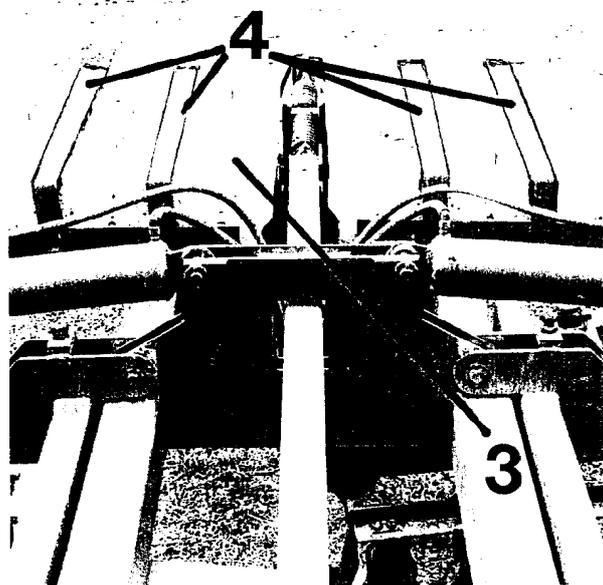

Fig.5
- a) Le poids de l'outil peut être modifié par l'apport de masses d'alourdissement 3 (fig. 5).
Monter le berceau 4 (fig. 5).
Veiller à conserver un lestage suffisant sur le timon. Monter les masses d'alourdissement nécessaires. Verrouiller avec berceau 4 (fig. 5).